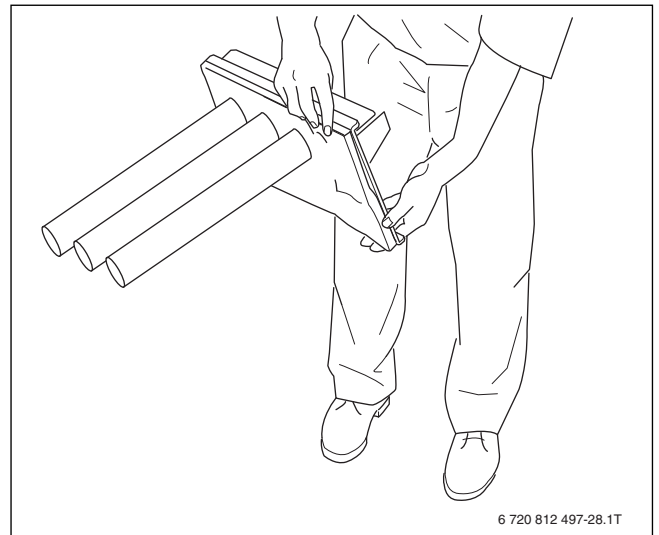

Рис. 41 Опрокидывание горелки
- ▶ Переверните горелку, чтобы удалить остатки воды (→ рис. 41, стр. 35).